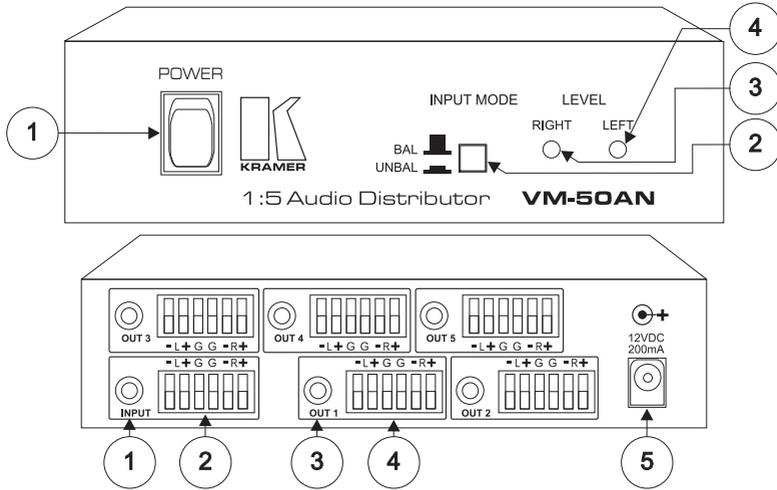

Рис. 1. Внешний вид **VM-50AN**
- На рис. 1 показаны лицевая и задняя панели **VM-50AN**. В таблицах 1 и 2 определены элементы, расположенные соответственно на лицевой и задней панелях **VM-50AN**.